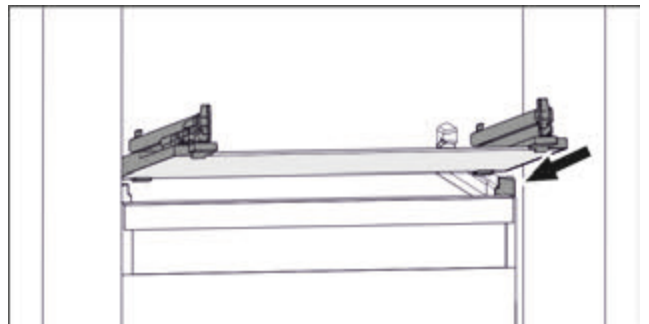

Fig. 69 Приблизне відображення скляної пластини
- ▶ Встановити скляну пластину за стопорами навкоси. (див. Fig. 69)